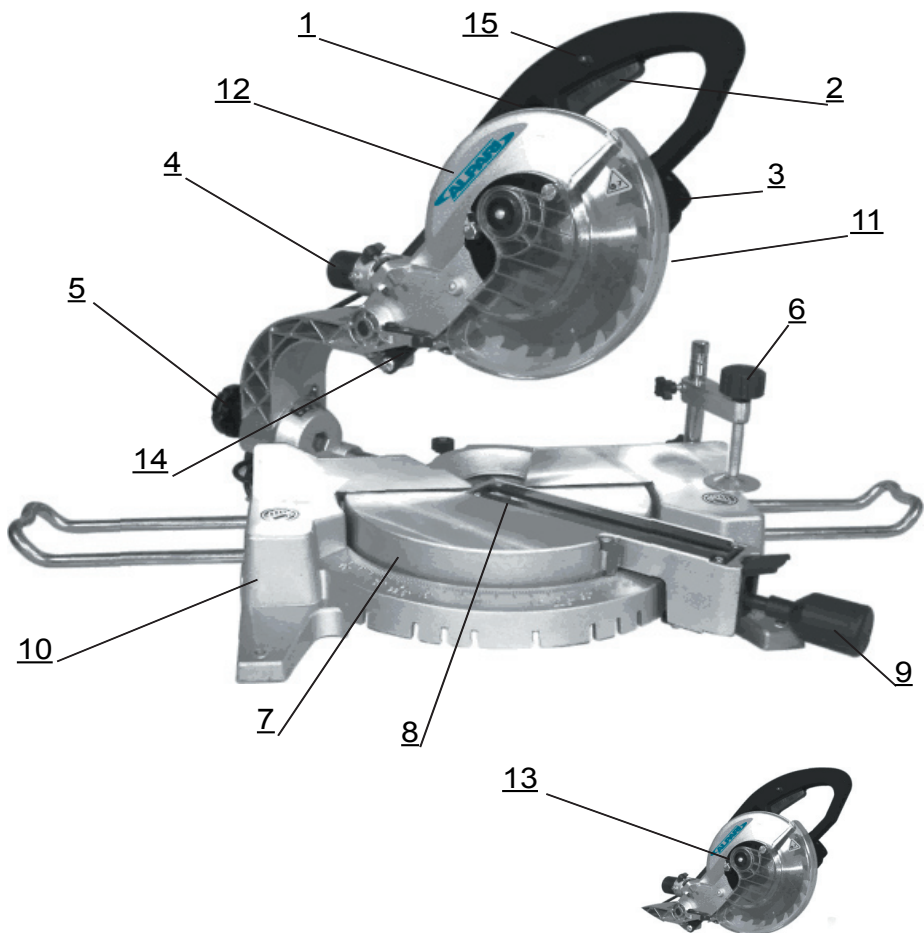

Рис. 1
4.1. Пилка складається з таких основних частин (Рис.1):